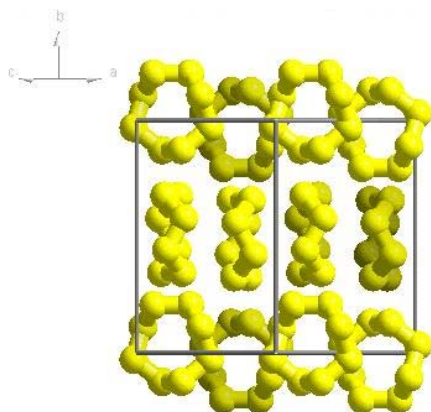

図 79: γ 硫黄のパッキング図
- 最後に“Perspective”ボタン()を押し平行投影に切替えます。結果がパッキング図と呼ばれるもので硫黄分子のスタックされている様子が明解に示されています(図 79)。